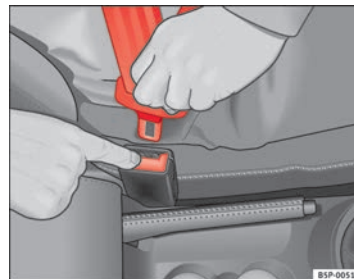

Fig. 16 Sgancio della linguetta dal bloccetto d'aggancio
- Premere il tasto rosso che si trova nel blocchetto d'aggancio ⇒ **fig. 16**. La linguetta scatta all'infuori ⇒ **Δ**.